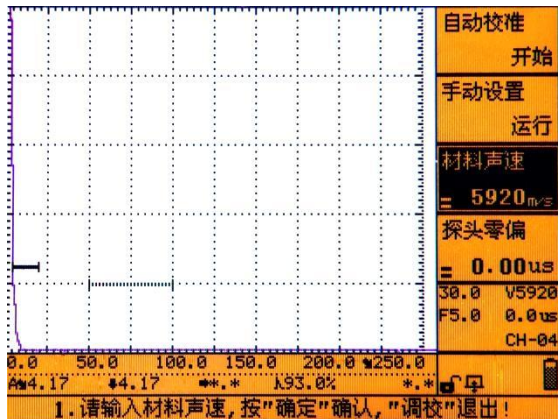

图 6.1
- 4、通过【F2】键，选择“校准”主菜单，按【向下】键，选择“手动设置”子菜单，如图 6.1 所示，单击旋轮开始手动设置，按照提示依次输入声速和零偏。